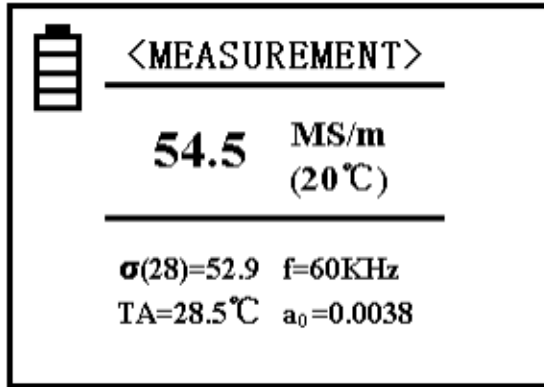

Figura 2
Premendo il tasto "MEAS" si accede direttamente all'opzione di misurazione sia dalla schermata iniziale che dal menù di calibrazione dalla finestra di impostazioni (Figura 2).
- L'indicazione nella parte superiore dello schermo (in questo caso, "Misurazione" / "Measurement" nella Figura 2) mostra in quale modalità si trova attualmente.